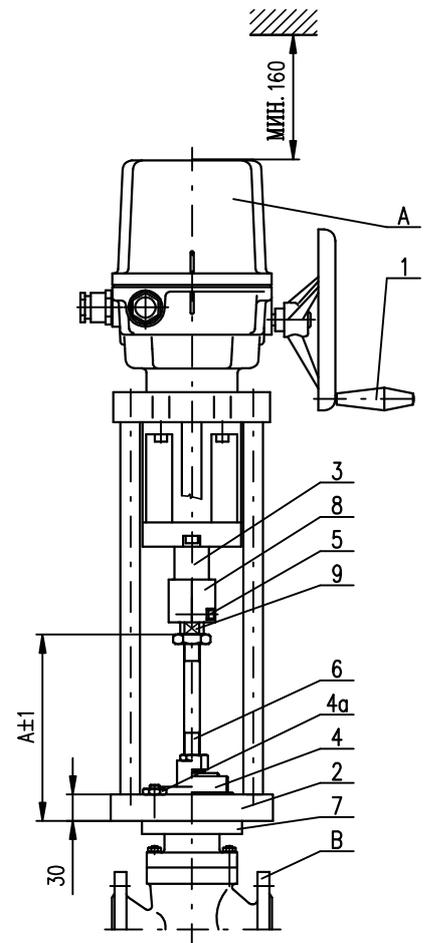

Рис. 2
**Механическое присоединение во фланцевом исполнении (фланцы типа А,В,С,Д) (рис. 2)**
- расцепите и отвинтите два винта (5) резьбового сцепления (8) на выходящем валу ЭП (3), отделите сцепляющие части сцепления (8).
- Накрутите резьбовую часть сцепления (8) на шпindelь арматуры (6) (макс. 28 мм) так, чтобы после размещения ЭП был между гайкой сцепления (8) и валом ЭП (3) зазор.
- Поместите ЭП на фланец арматуры (7) и винтами (4а) или центральной гайкой (4) (в зависимости от формы присоединяющего фланца ЭП) укрепите ЭП так, чтобы его было можно перемещать.
- Поворотом маховика (1) приближайте конец вала ЭП (3) к резьбовому сцеплению (8), навинченному на шпindelь арматуры (6) (или одвинчиванием резьбового сцепления).
- Поместите сцепляющие части на сцепление (8) и закрутите оба винта (5) так, чтобы можно было поворачивать гайку сцепления
- Прикрутите винтами (4а) или гайкой (4) укрепляющий фланец ЭП (2) к фланцу арматуры (7).
- Проконтролируйте размер присоединения и открутите гайку сцепления (8) на один поворот для образования преднапряжения на седло арматуры. Винты сцепления (5) тщательно затяните.